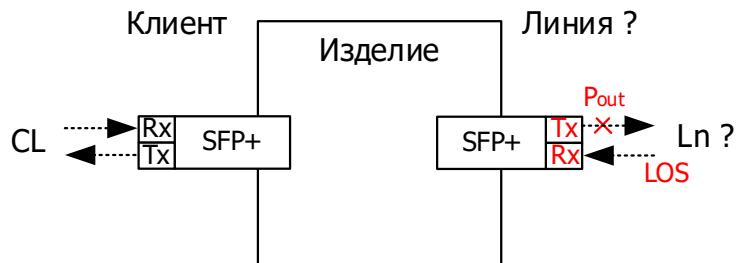

Рисунок 51 – Режим ALS с линии на линию
2.4.7.1 Отключение выходной оптической мощности в линию при отсутствии мощности на входе из линии (см. Рисунок 51). Установить для параметра *Ln?ALSSet* необходимое значение.